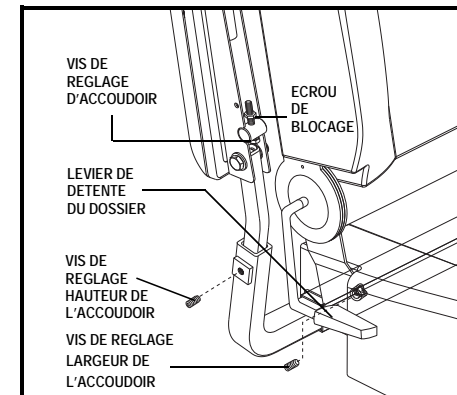

Figure 14. Réglages accoudoirs et dossier
Si votre fauteuil motorisé est équipé d'un siège à dossier inclinable, vous pouvez changer l'inclinaison du dossier. Le levier est situé sur le côté droit de la base du siège. **Voir la figure 14.**
1. Repérez les vis de réglage largeur de l'accoudoir sur le dos de chaque support d'accoudoir. **Voir la figure 14.**
1. Desserrez la vis de réglage sur le support d'accoudoir. **Voir la figure 14.**